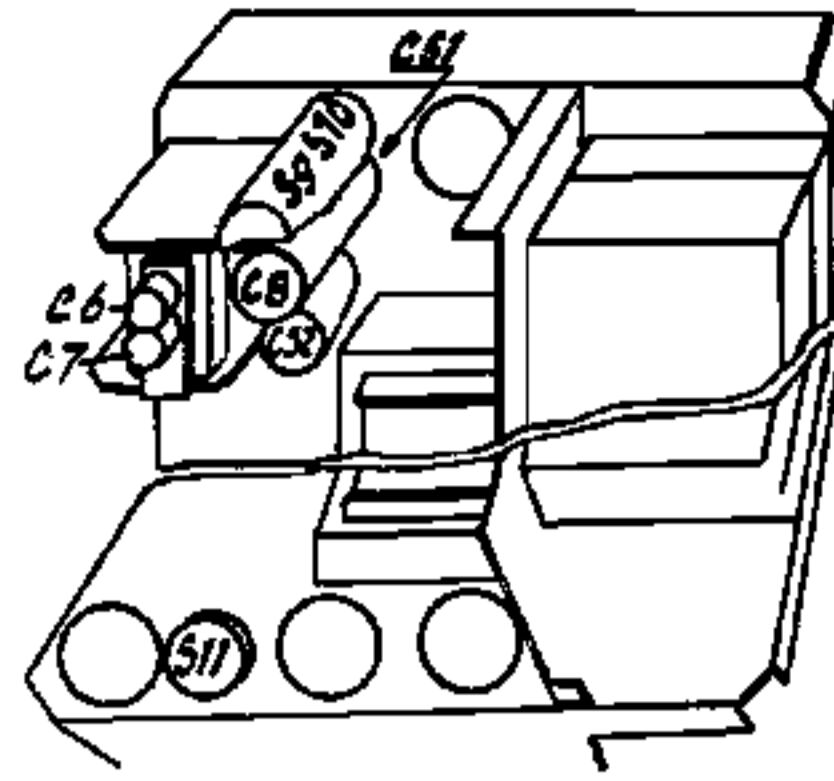

FIG 5
7. S10 en S11 op maximum output regelen. (Fig.5).
10. C52 op maximum output afregelen (fig.5)
5. Respectievelijk: C7 en C6 op maximum output afregelen. (fig.5)
5. C8 afregelen op maximum output. (fig.5).
10. C51 afregelen op maximum output (fig.5)